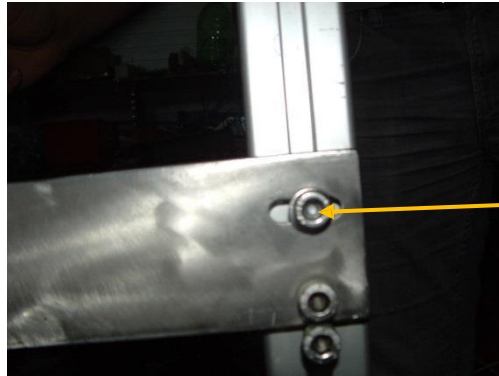

Fig. 4.5-2
- Permite o ajustare fina stanga-dreapta a intreg ansamblului din surubul "1" (fig. 4.5-2) aflat in dreptul acestuia si in stanga/dreapta operatorului, cat si intarzierea/grabirea fiecarui bac in parte.